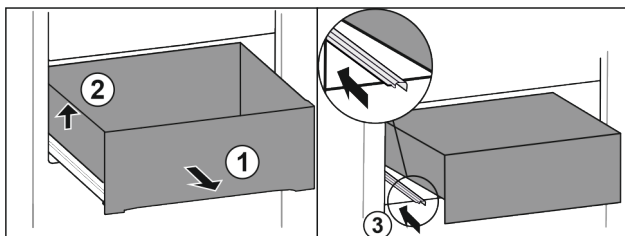

Fig. 74
- ▶ Tirer le tiroir jusqu'en butée. Fig. 74 (1)
- ▶ Soulever le tiroir sur la gauche. Fig. 74 (2)
- ▶ Rentrer le rail de gauche. Fig. 74 (3)